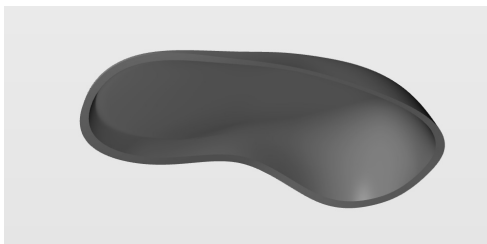

图 5-202 对上壳体抽壳
4) 对上盖进行类似操作, 获得上壳体抽壳结果, 如图 5-202 所示。